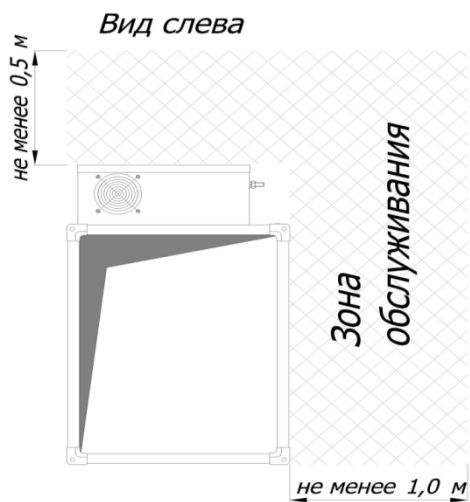

**РИС. 2. КРЕПЛЕНИЕ ОБОРУДОВАНИЯ К ПОТОЛКУ**
- На подвесную конструкцию из шпилек и монтажных реек (Рис. 2).